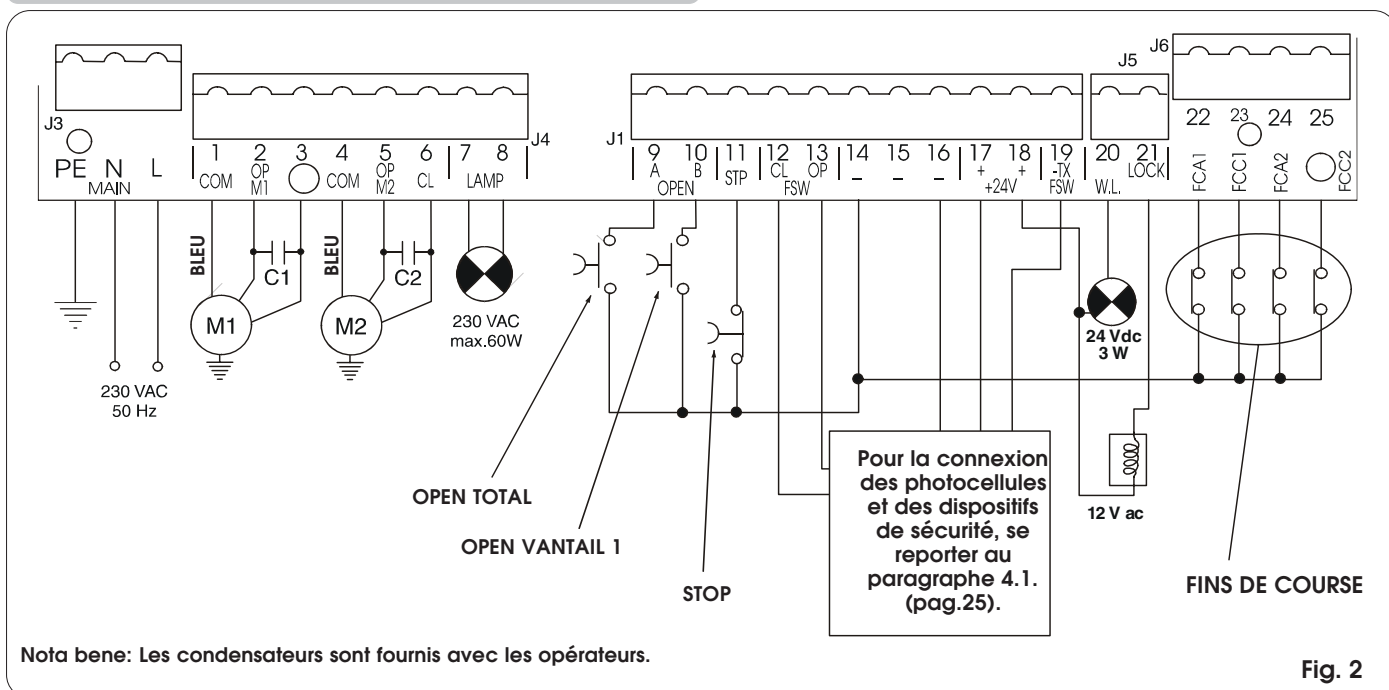

Fig. 2
- Connecter la terre à la borne spécifique prévue sur le connecteur J3 de la platine (voir fig.2).
#### 4.2. BORNIER J3 - ALIMENTATION (FIG. 2)
#### 4.3. BORNIER J4 - MOTEURS ET FEU CLIGNOTANT (FIG. 2)
**4.4. BORNIER J1 - ACCESSOIRES (FIG. 2)**
**4.5. BORNIER J5 - LAMPE-TÉMOIN ET ELECTROSERRURE (FIG. 2)**
**4.7. BORNIER J6- FINS DE COURSE ET/OU GATECODER (FIG. 2)**